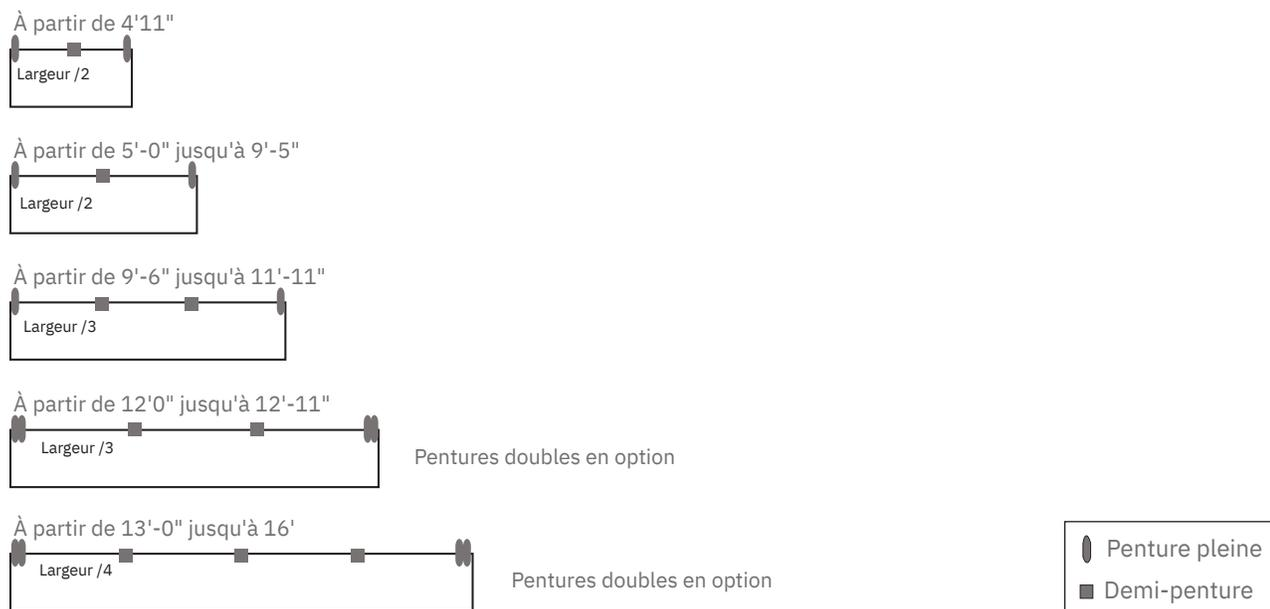

**Figure 3. Emplacement des plaques d'ancrage pour les pentures sur les panneaux de 1 3/4" d'épaisseur.**
Pour l'installation des supports de bas et de haut, consultez la figure 3 ou 4, selon le modèle de porte à installer, à la page 9.
5. Pour l'installation des supports de bas et de haut, consultez la figure 3 ou 4, selon le modèle de porte à installer, à la page 9.
- Identifiez où se trouvent les poinçons le long du panneau (côté intérieur) qui indiquent l'emplacement de la plaque d'ancrage centrale afin de visser la penture du centre (reportez-vous à la figure 3).